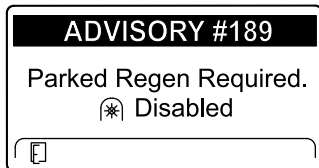

Figura 83
- Si no se realiza la regeneración con la máquina aparcada en un plazo de 2 horas, el InfoCenter muestra ADVISORY #189 (Aviso n.º 189) solicitando la regeneración con la máquina aparcada e indicando la desactivación de la toma de fuerza (Figura 83).